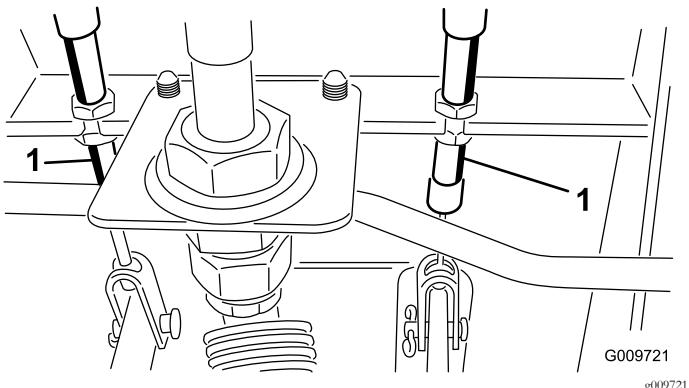

Figura 64
- A. Desaperte a porca dianteira na extremidade roscada do cabo do travão (Figura 64).